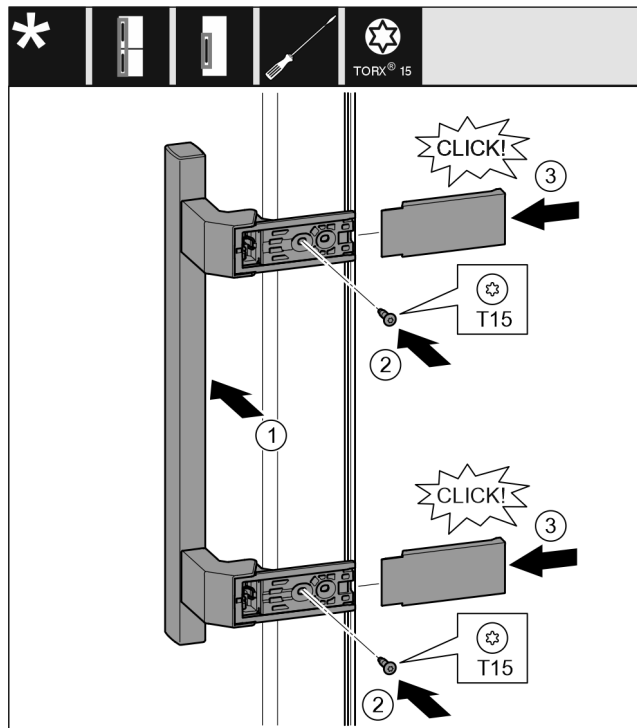

Fig. 20
- Držadlo nasadíte na opačnú stranu. Fig. 20 (1)
- Skrutkovačom T15 pevne zaskrutkujte skrutky. Fig. 20 (2)
- Kryt nasadíte a nasuňte z boku. Fig. 20 (3)